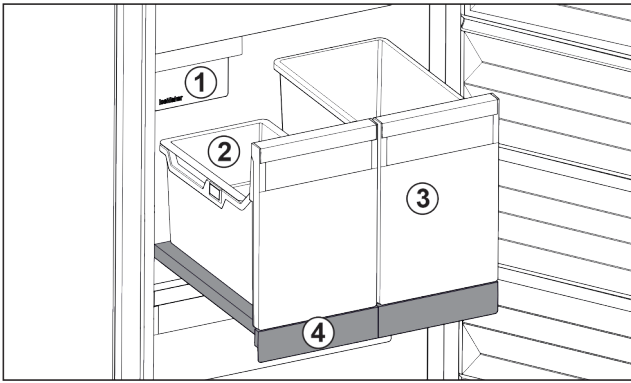

Fig. 99 Витяжна панель IceTower
На витяжній панелі є два високі резервуари (IceTower). В резервуарі Fig. 99 (2) кубики льоду з IceMaker збираються та зберігаються. Резервуар Fig. 99 (3) придатний для зберігання високих харчових продуктів, таких як піца та алкогольні напої.